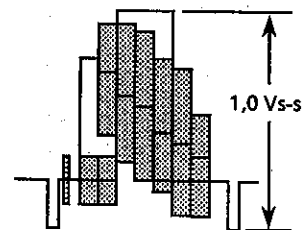

Abbildung 5-6.
5. Die Amplitude des Ausgangssignals muß $1,0 \text{ Vs-s}$ betragen, wie in Abbildung 5-6 dargestellt.